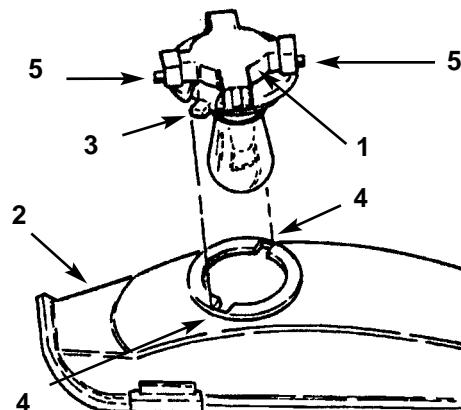

Fig. 17
3. Girate il portalampada di $\frac{1}{4}$ di giro in senso antiorario, e toglietelo dal riflettore (Fig. 17).
2. Il portalampada è provvisto di due guide (Fig. 17). Allineate le alette con le guide nel riflettore, inserite il portalampada nel riflettore e giratelo di $\frac{1}{4}$ di giro in senso orario, fin quando non si ferma.